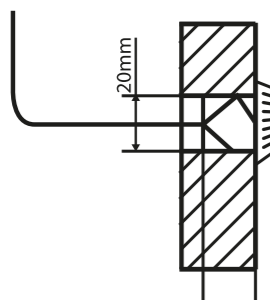

Рис.1
- Установите выносной датчик в монтажное отверстие (рис. 1).